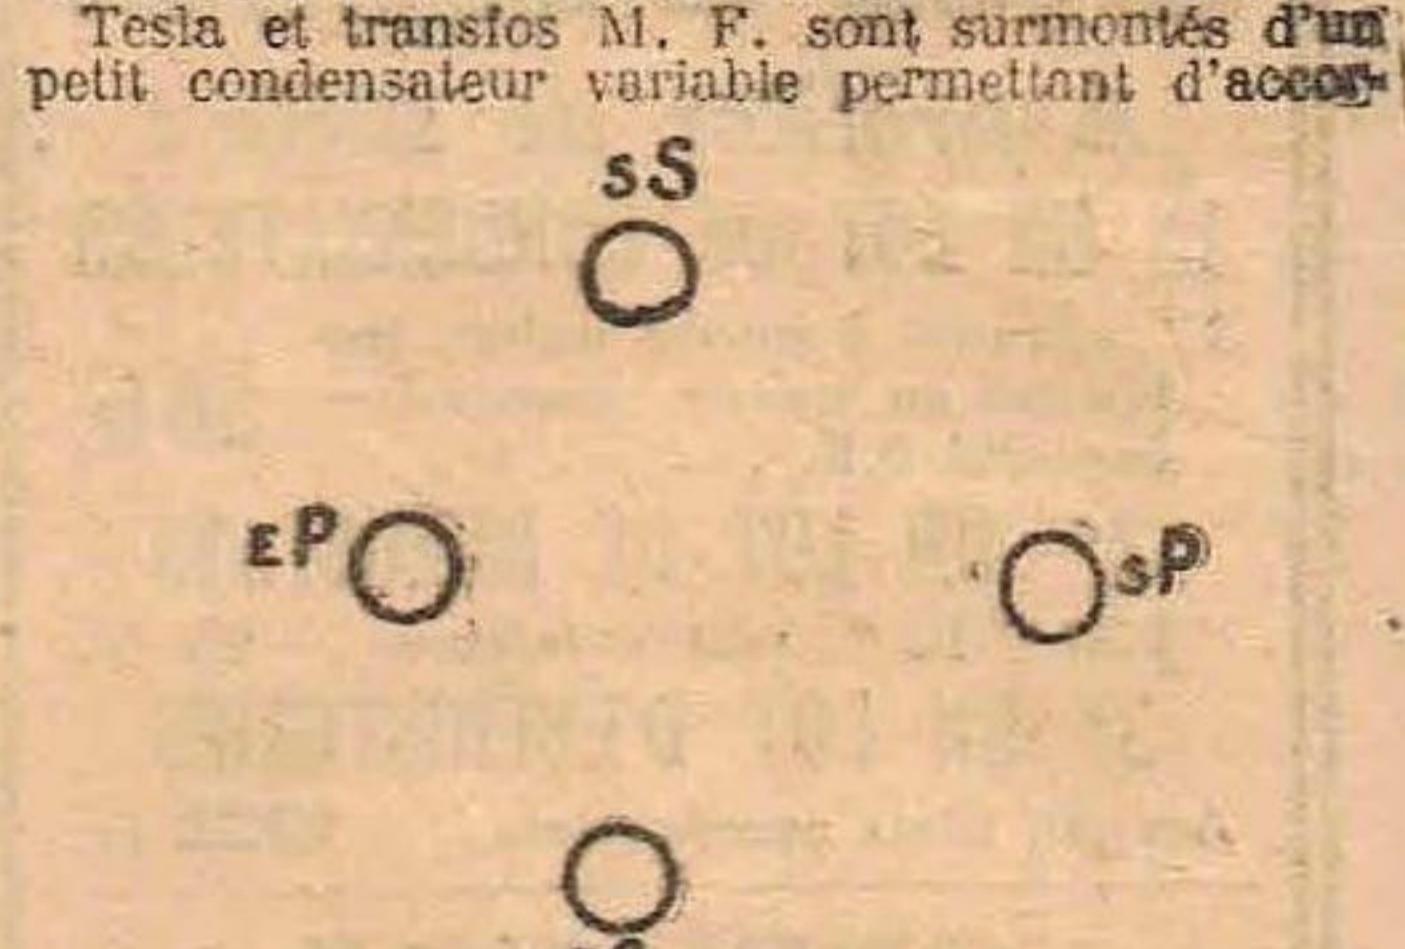

Fig. 5
M.S. Fig. 5
der très exactement l'ensemble, ce condensateur varie par rotation du bouton B de 0.01/1000 à 0.5/1000. Nous reviendrons sur sa mise au point dans le chapitre "réglage". La disposition des broches dans le Tesla ou dans les transformateurs M. F. est indiquée par la fig. 5. On voit que l'écartement entre broches est le même pour un support de lampe. Le primaire et le secondaire sont respectivement marqués